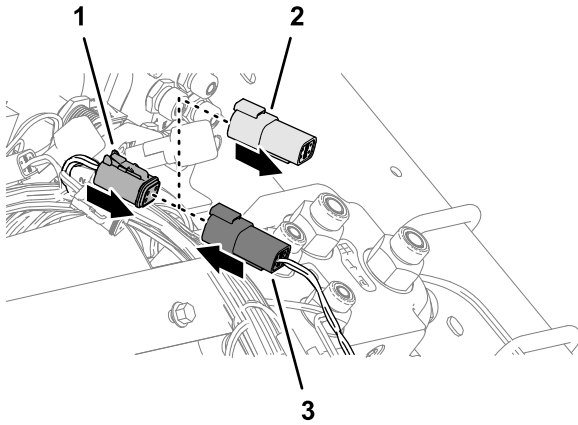

Figura 84
4. Retire el tapón del arnés de cables GeoLink con conector hembra de 4 vías marcado CAN 1 ISOBUS (Figura 84).
5. Enchufe el conector de 4 pines del arnés de cables del kit marcado ISOBUS CONNECTION en el conector hembra de 4 vías marcado CAN 1 ISOBUS (Figura 84).